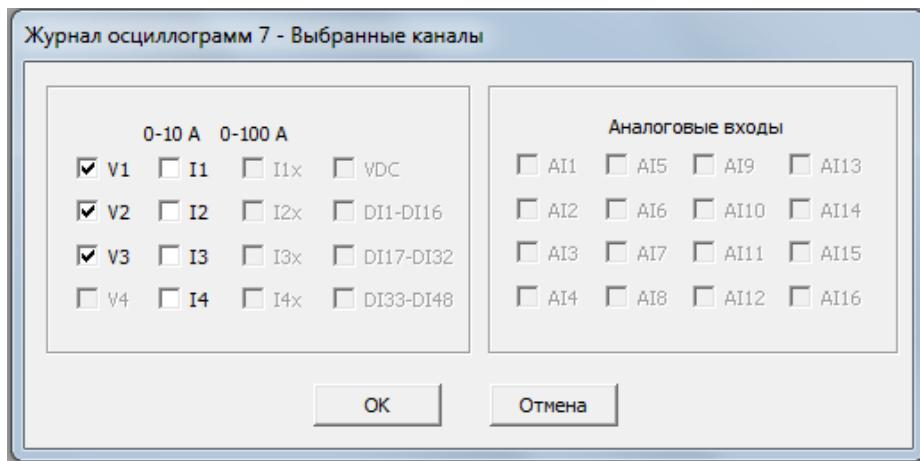

Рисунок 108 – Окно «Выбранные каналы»
9. Нажмите кнопку «Каналы», установите в открывшемся окне «Выбранные каналы» (рисунок 108) флагки для каналов, которые необходимо записать, и нажмите кнопку «OK».